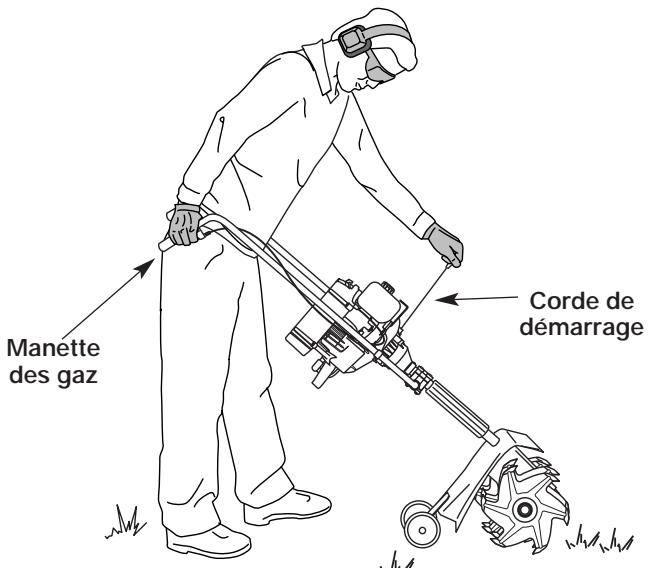

Figure 16
**AVERTISSEMENT :** évitez tout démarrage accidentel. Tenez-vous en position de démarrage lorsque vous tirez la corde de démarrage (Fig. 16). L'opérateur et l'appareil doivent tous deux être en position stable pour éviter des blessures graves.
5. L'appareil étant prêt à démarrer (Fig. 16), mettez la manette des gaz à pleins gaz. Tirez brusquement sur la corde de démarrage 5 fois de suite, le levier étant en position d'étranglement **MAXIMUM (A |---|)**. Si le moteur essaie de démarrer avant le cinquième tir, passez à l'étape 6.
7. Tirez brusquement sur la corde de démarrage 1 à 3 fois pour démarrer le moteur (Fig. 16).
1. Relâchez la manette des gaz (Fig. 16). Laissez le moteur se refroidir au ralenti.